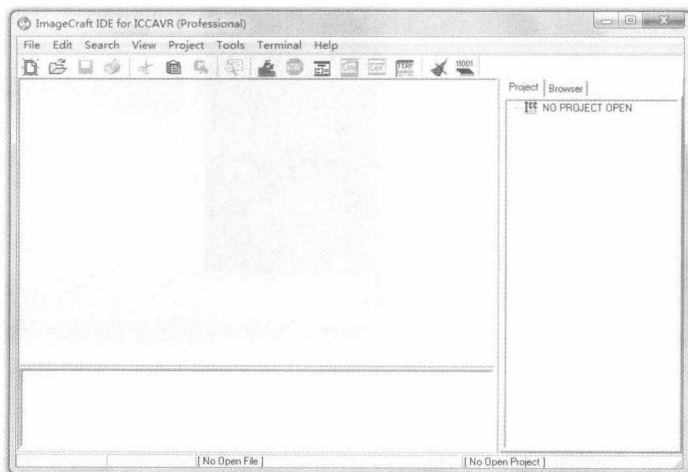
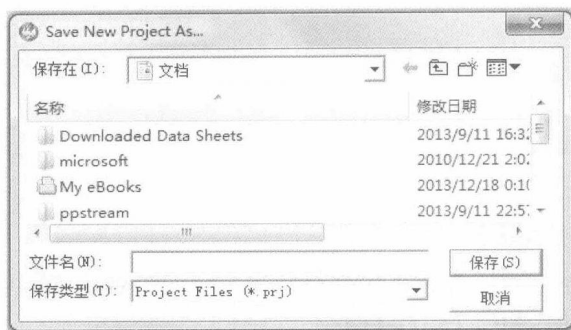

图 1-2-7 ICCAVR 主界面
图 1-2-8 新建项目
(6) 单击“完成”按钮, 弹出 ICCAVR 主界面窗口, 如图 1-2-7 所示。
(1) 启动 ICCAVR，界面如图 1-2-7 所示，选择 Project→New 命令，弹出如图 1-2-8 所示的对话框。